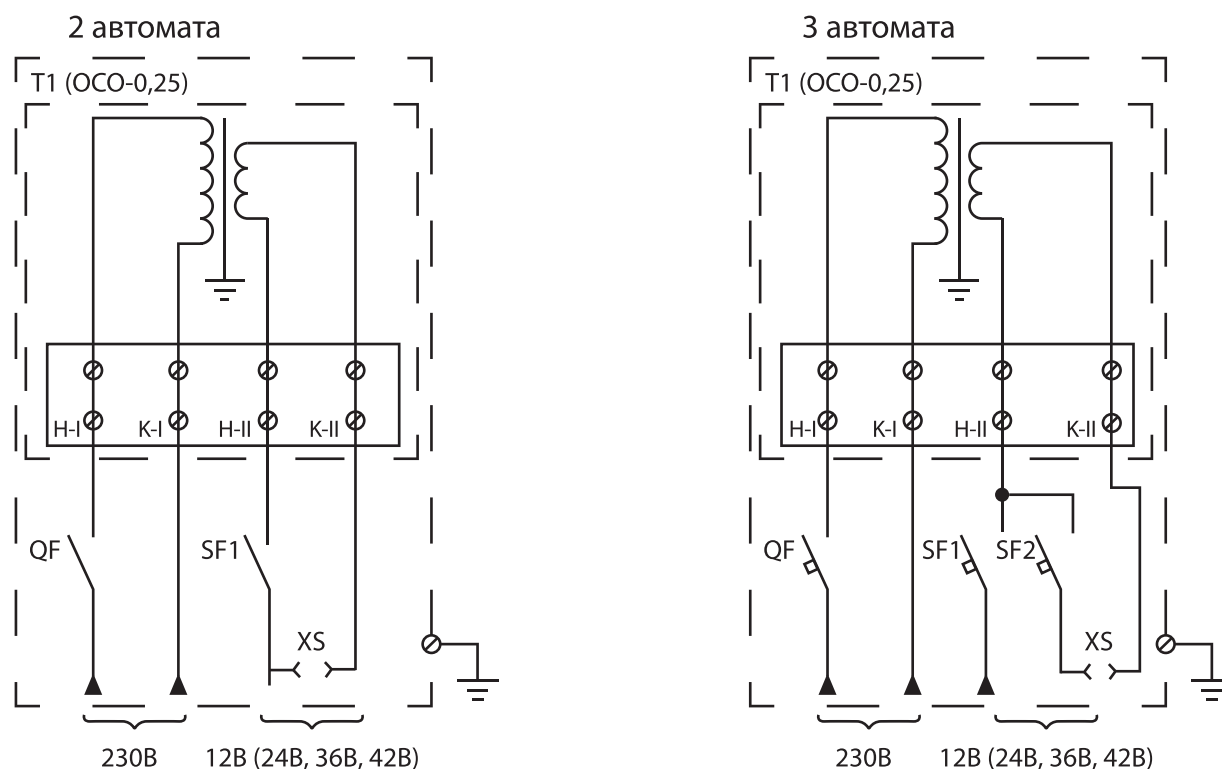

Рисунок 2. Схема электрическая принципиальная ЯТП
6.4. Ввести внешние проводники. Вводные зажимы обеспечивают присоединение медных и алюминиевых проводников сечением 2,5 мм2 (см. рис.2).